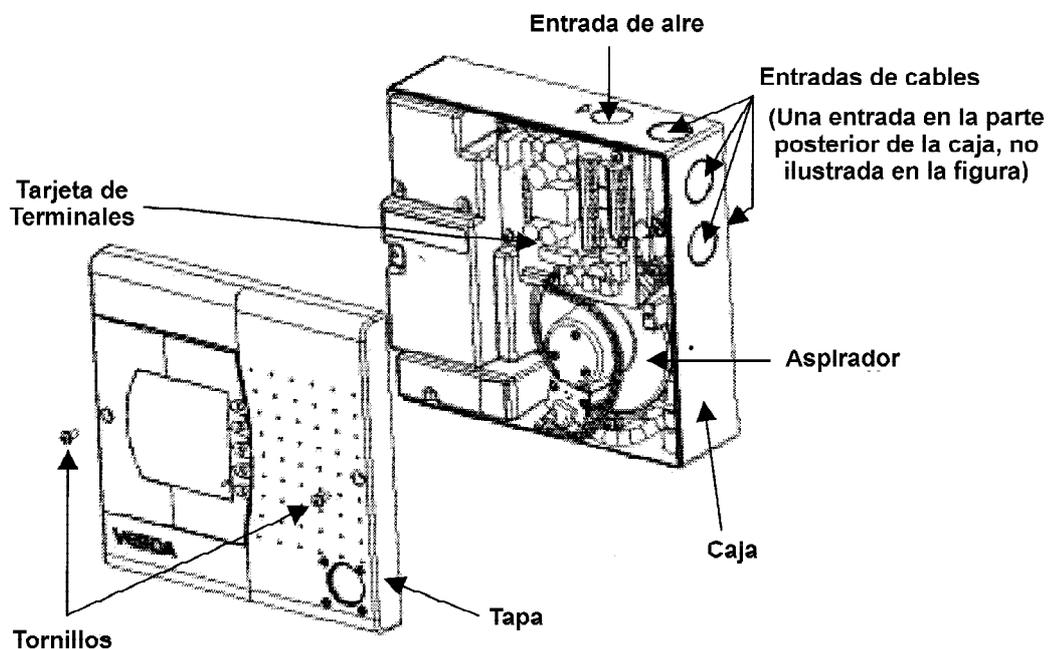

Figura 4. LaserCOMPACT sin la tapa frontal. (Orientación Normal)
- Determinar las entradas de cables a utilizar. Ver Figura 4.